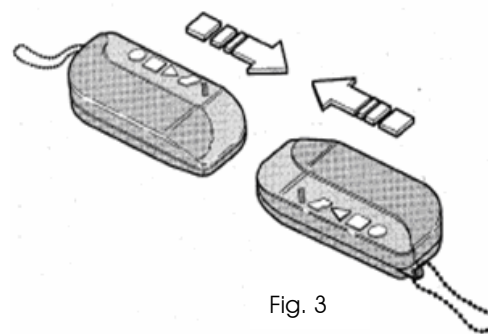

Fig. 3
- 2) Houd de master-handzender en de handzender die moet worden gecodeerd (master of slave) frontaal dichtbij elkaar zoals op fig. 3
- 2) Approcher frontalement pour qu'ils se touchent le TML maître du TML à codifier (maître ou esclave) d'après la fig. 3